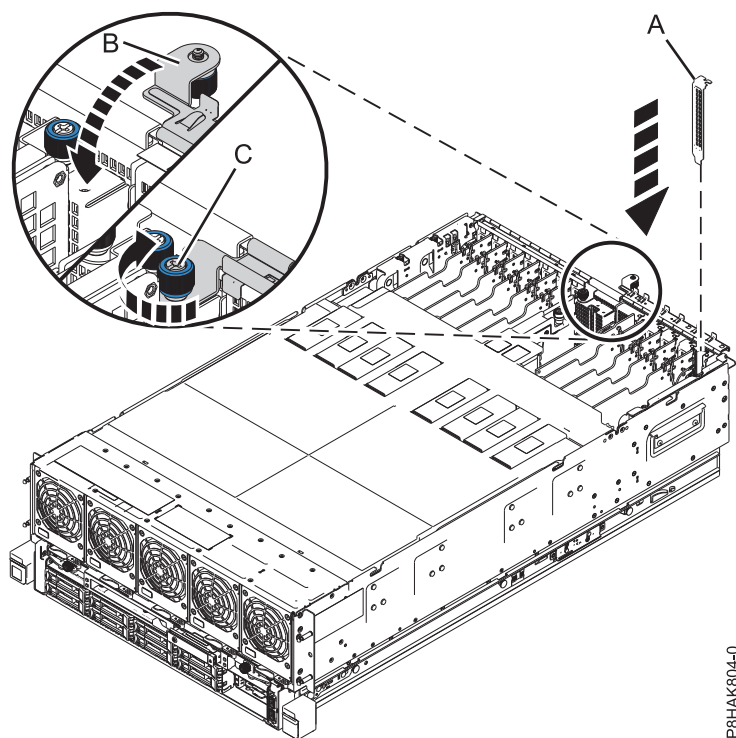

Figura 22. Instalar um preenchimento numa ranhura de um adaptador PCIe num sistema 8408-44E ou 8408-E8E
- a. Segure cuidadosamente no contraponto do preenchimento e alinhe o preenchimento com a ranhura e o respectivo conector no painel posterior do sistema, consulte (A) em Figura 22 na página 34.
- c. Feche a calha de retenção de E/S através da rotação da mesma para baixo, na direcção do sistema (B). Consulte Figura 22 na página 34.
- d. Aperte o parafuso de aperto manual fixo (C) da calha de retenção de E/S, conforme demonstrado em Figura 22 na página 34.